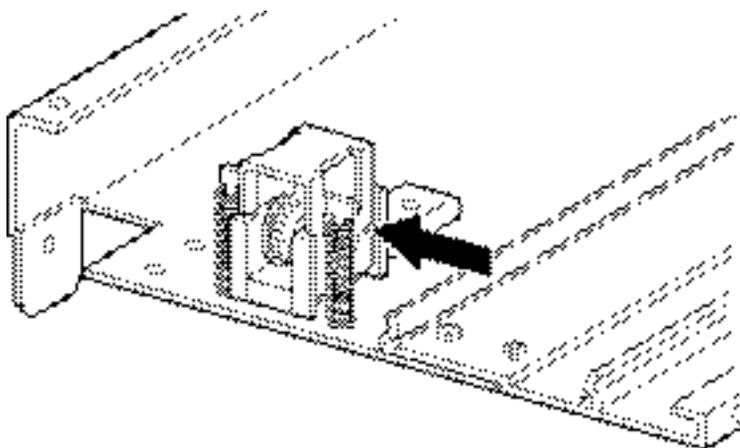

Figura 2-16. Punto zero della rampa tendicinghia/puleggia folle
2. Inserire una graffetta per la carta di grandi dimensioni nei fori. Questa operazione regola la puleggia folle nella posizione zero (vedere la Figura 2-16).